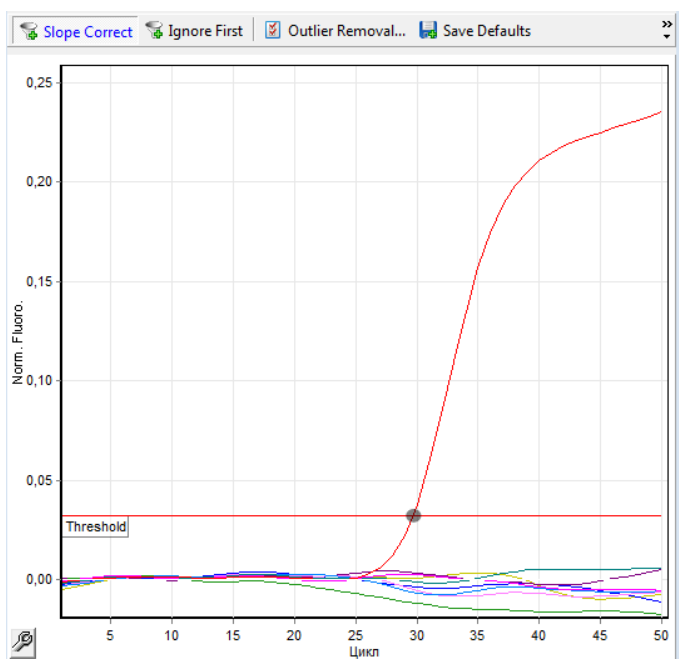

Рис. 1. Выставление пороговой линии на начале линейного участка для КО+.
8. В разделе CT calculation установите Threshold – 0,1. Далее вручную опустите пороговую линию в окне с графиками флуоресценции до уровня начала линейного участка для графика, соответствующего КО+. См. рис. 1.